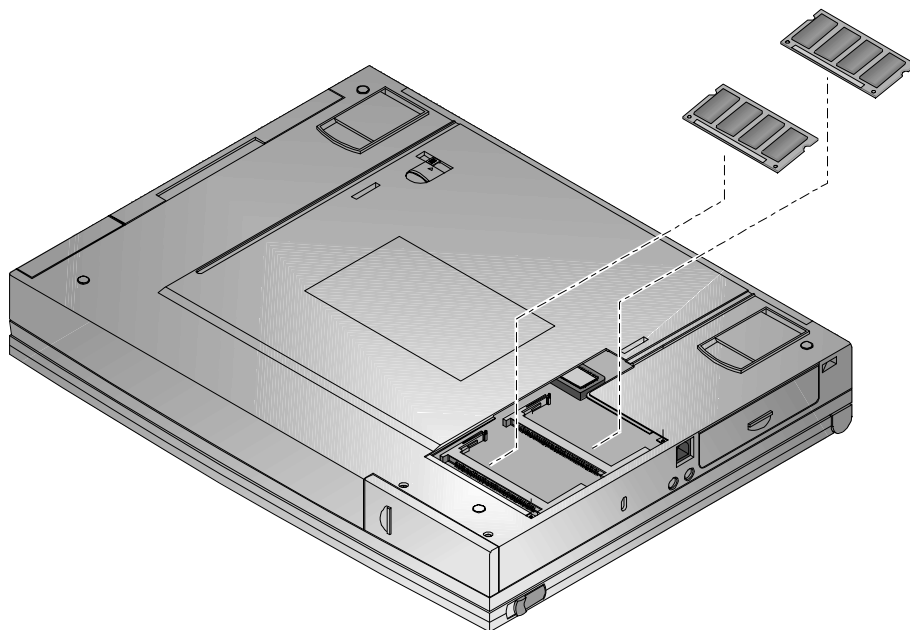

Figura 6-2: Inserimento dei moduli di memoria DIMM
3. Inserire il modulo DIMM nello slot inclinandolo di 45° (figura 6-2).